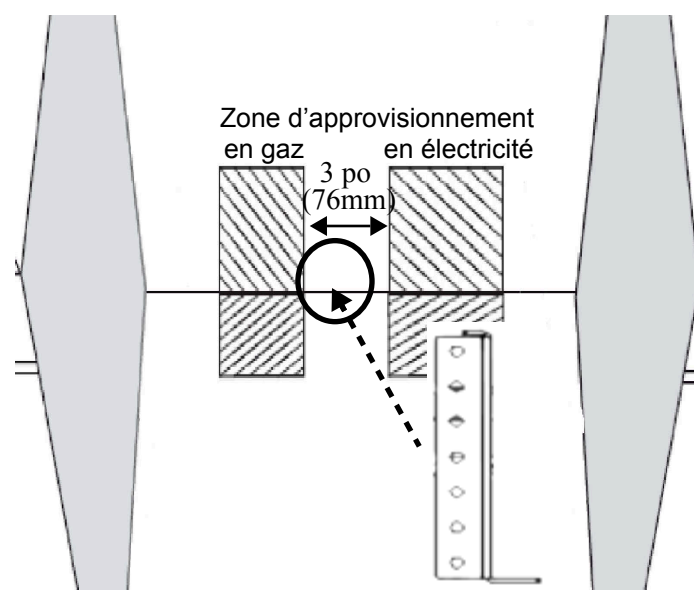
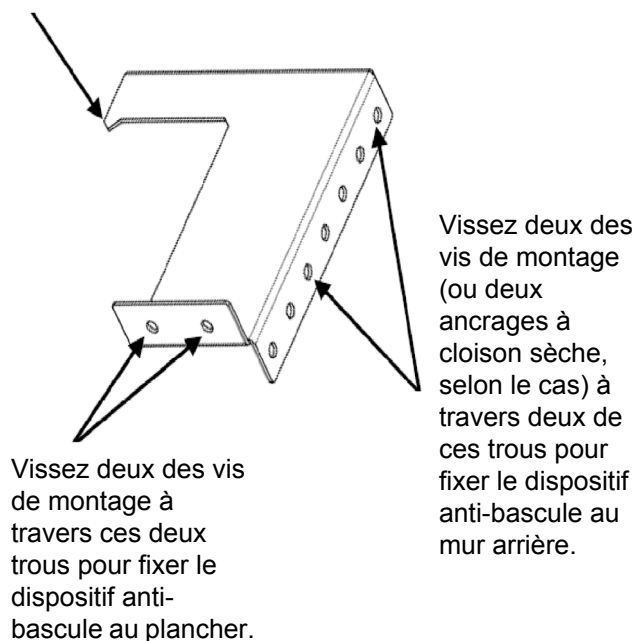

Figure 12: Emplacement pour le montage du support anti-basculer
Figure 13: Support anti-basculé
- Dans tous les cas, vous devez utiliser au moins deux vis de montage pour fixer le support anti-basculer au plancher, ou deux vis de montage (ou ancrages pour cloison sèche) pour le fixer au mur situé derrière l'appareil (voir *Figure 12* et *Figure 13*).
2. Placez le support sur le plancher près du centre de l'endroit où l'appareil sera installé (illustré sur la Figure 12).